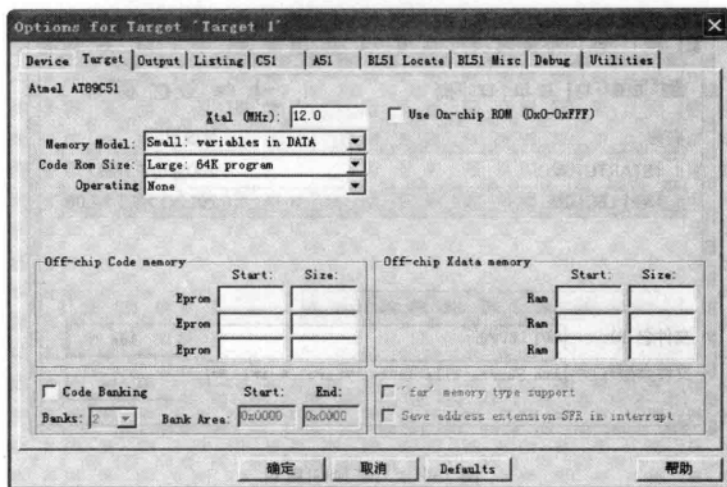

图 1-6 工程属性设置窗口
1) 在 Target 选项下的 Xtal (MHz) 中设置晶振频率，如图 1-6 所示，默认值为所选目标 CPU 最高可用频率值，对 AT89C51 而言，最高可用频率为 33MHz，所以默认数值为 33.0，这里我们设定为 12MHz。